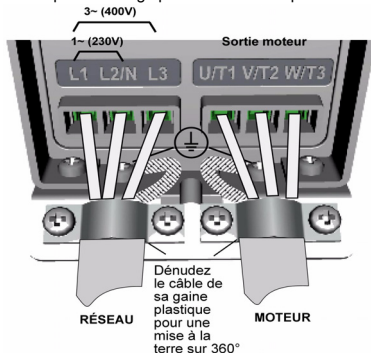

Figure 3.4: Raccordements de puissance SmartDrive Compact, MI1
- Raccordez les câbles réseau, moteur et de commande sur leurs bornes respectives (voir figures 3.4 - 3.8).
Remarque ! Dénudez également les câbles de leur gaine plastique pour une mise à la terre sur 360°. Voir figures 3.4, 3.5 et 3.8.